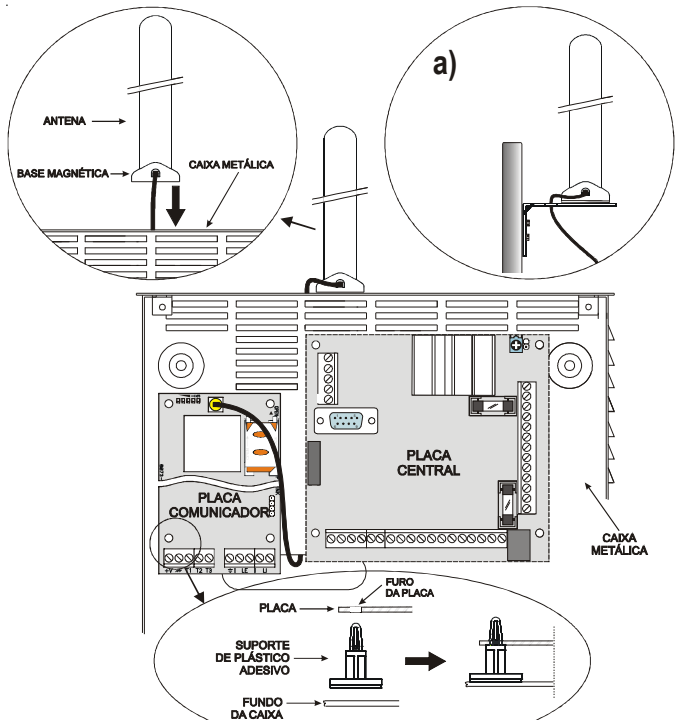

Fig. 2 - Montagem da placa dentro da central
- 4a. Posicione a antena com o cabo de 25 cm ou a antena com o cabo de 2 m [1] em cima da caixa metálica (Fig. 2) de maneira que a base magnética [2] adira à superfície. Passe o cabo da antena através de uma abertura para a passagem dos cabos. Para a versão **BGSM-100KEA** ou **BGSM-120KEA** é possível utilizar o suporte metálico [13], ver a Fig. 2a. Fixe o suporte metálico [13] utilizando os furos [12] numa superfície adequada. Posicione a antena com o cabo de 2 metros [1] em cima do suporte metálico [13] (Fig. 2a), de maneira que a base magnética [2] adira à superfície. Passe o cabo da antena através do furo [11] do suporte metálico [13].